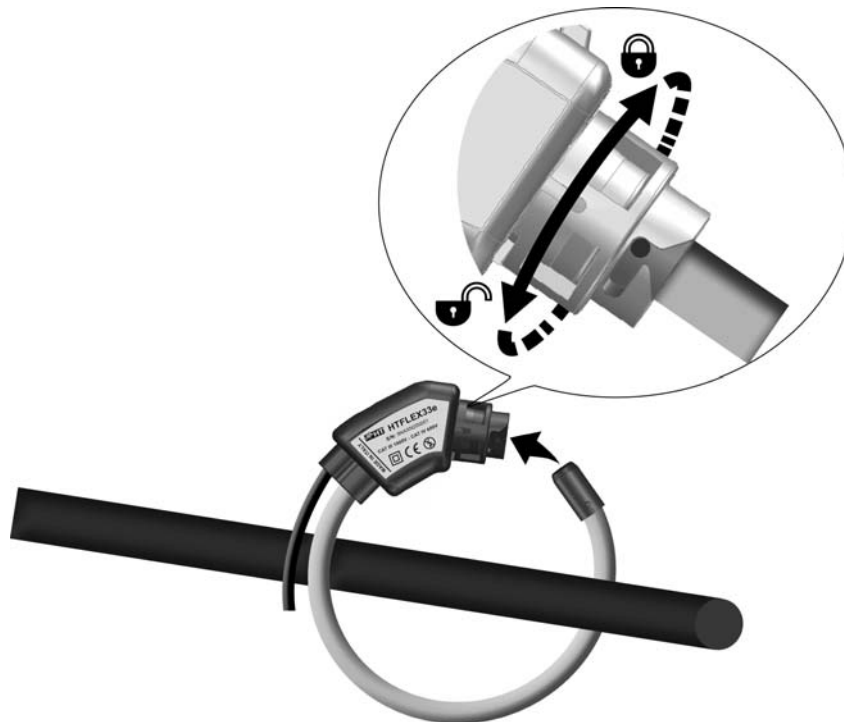

Fig. 3: Conexión de la pinza HTFLEX33e sobre el conductor
2. Fijar el cierre girando hacia la derecha el anillo como se muestra en la Fig. 3